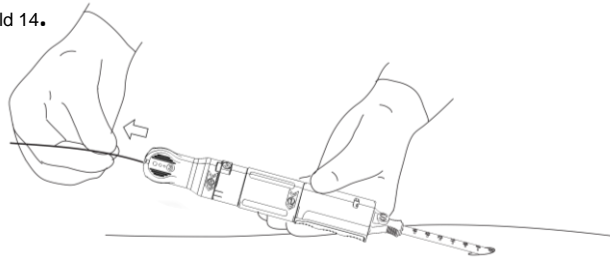

Bild 14. Avlägsnande av ledare.
- Lokalisera den indikator som är märkt med "3" och avlägsna ledaren helt och hållet från patienten och PerQseal® förslutningsanordning. Avlägsnandet av ledaren kan utföras av en assistent. Bild 14.